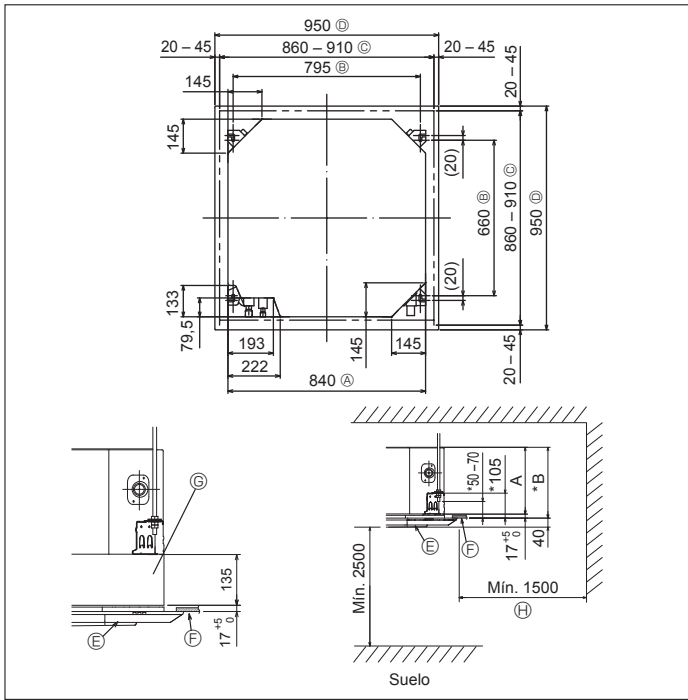

Fig. 3-2
3.2. Apertura del techo y ubicación de los tornillos de suspensión (Fig. 3-2)
* Las dimensiones de la apertura del techo pueden ajustarse dentro de los valores indicados en la Fig. 3-2; centre la unidad principal en la apertura asegurándose de que los lados opuestos respectivos alrededor de la apertura sean idénticos.